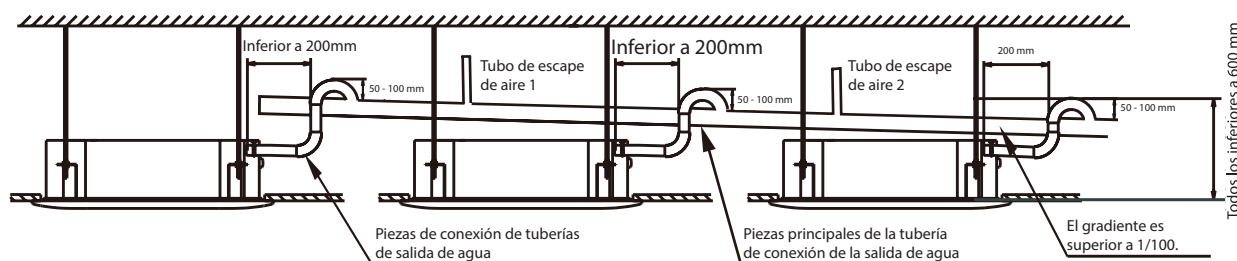

Figura 4.2 Las tuberías de drenaje de varias unidades se conectan con el alcantarillado a través de la tubería de drenaje principal.
7. Si la salida del tubo de desagüe es más alta que el tubo de conexión de la bomba del cuerpo principal, el tubo de desagüe debe mantenerse lo más vertical posible hacia arriba. La parte del tubo de conexión de la salida de agua tiene la función de doblarse verticalmente y el tubo de desagüe debe colocarse a menos de 600 mm de la bandeja de agua. De lo contrario, cuando se detiene, el exceso de agua que fluye hacia atrás provocará un desbordamiento. (Véase la figura 4.2).